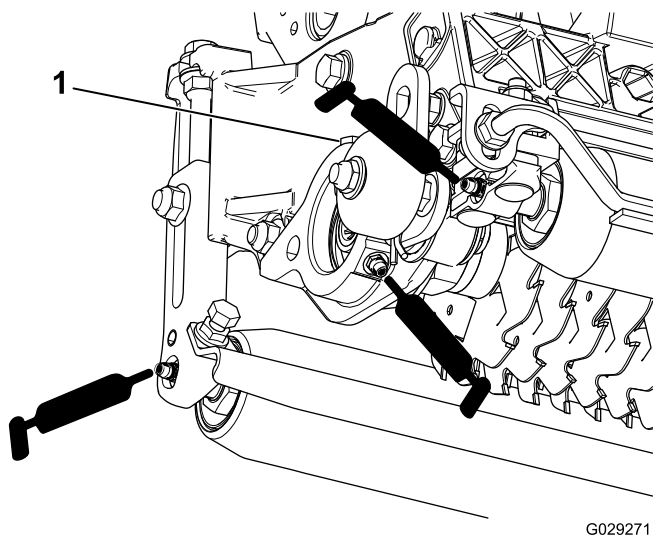

Рисунок 12
Установите двигатель барабана и закачивайте консистентную смазку в масленку боковой пластины до появления консистентной смазки на выходе из предохранительного клапана (Рисунок 12).
Каждый вертикуттер оснащен 5 масленками (Рисунок 12), которые необходимо раз в неделю заправлять консистентной смазкой № 2 общего назначения на литиевой основе.
2. Вводите смазку до появления чистой смазки на выходе уплотнений роликов и предохранительного клапана подшипника (Рисунок 12).